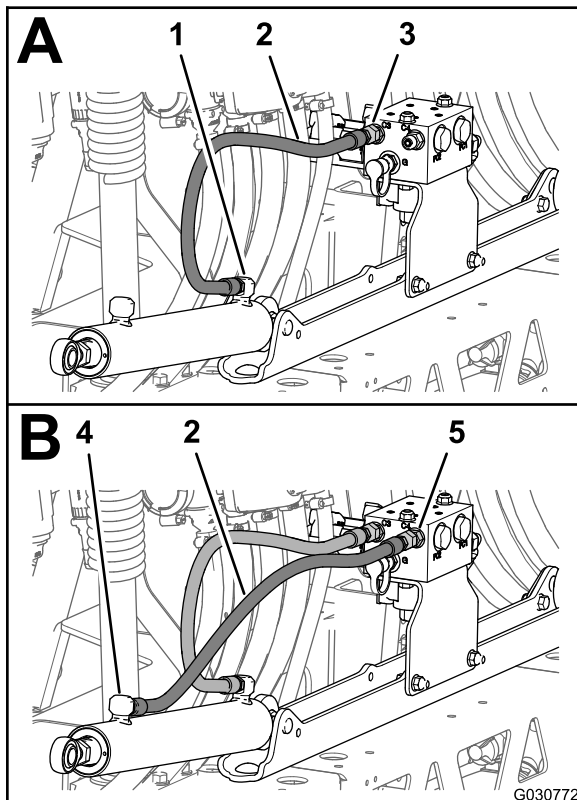
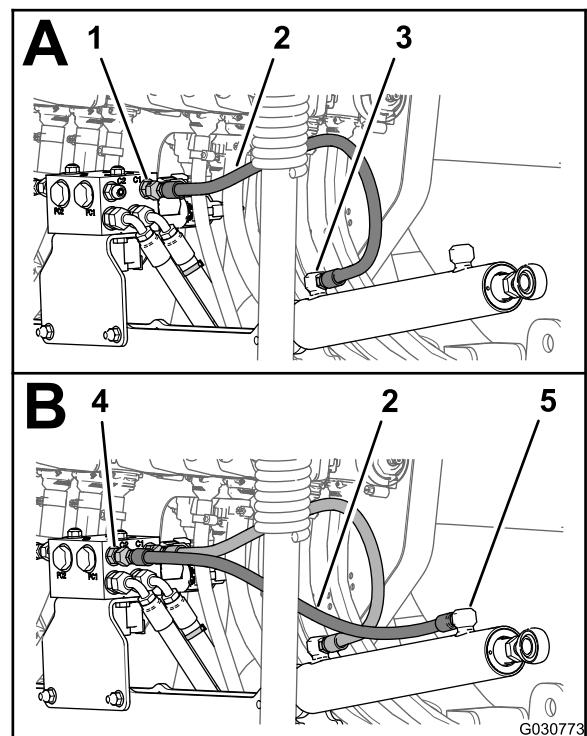

Bild 129
Bild 130
1. Montieren Sie einen neuen Hydraulikschlauch (1/4" x 24-3/4") lose zwischen dem Ausfahranschluss des linken Auslegerhubzylinders und Anschluss C3 des Auslegerhubverteilers (Bild 129).
4. Montieren Sie einen neuen Hydraulikschlauch (1/4" x 24-3/4") lose zwischen dem Rückzuganschluss des rechten Auslegerhubzylinders und Anschluss C2 des Auslegerhubverteilers (Bild 130).
5. Ziehen Sie die Schlauchanschlussstücke an den Ausfahr- und Rückzuganschlüssen der Hubzylinder (Bild 129 und Bild 130) bis auf 21-26 Nm an.
6. Ziehen Sie die Überwurfmutter der Schläuche am Auslegerhubverteiler (Bild 129 und Bild 130) bis auf 24-30 Nm an.
2. Montieren Sie einen neuen Hydraulikschlauch (1/4" x 24-3/4") lose zwischen dem Rückzuganschluss des linken Auslegerhubzylinders und Anschluss C4 des Auslegerhubverteilers (Bild 129).
3. Montieren Sie einen neuen Hydraulikschlauch (1/4" x 24-3/4") lose zwischen dem Ausfahranschluss des rechten Auslegerhubzylinders und Anschluss C1 des Auslegerhubverteilers (Bild 130).